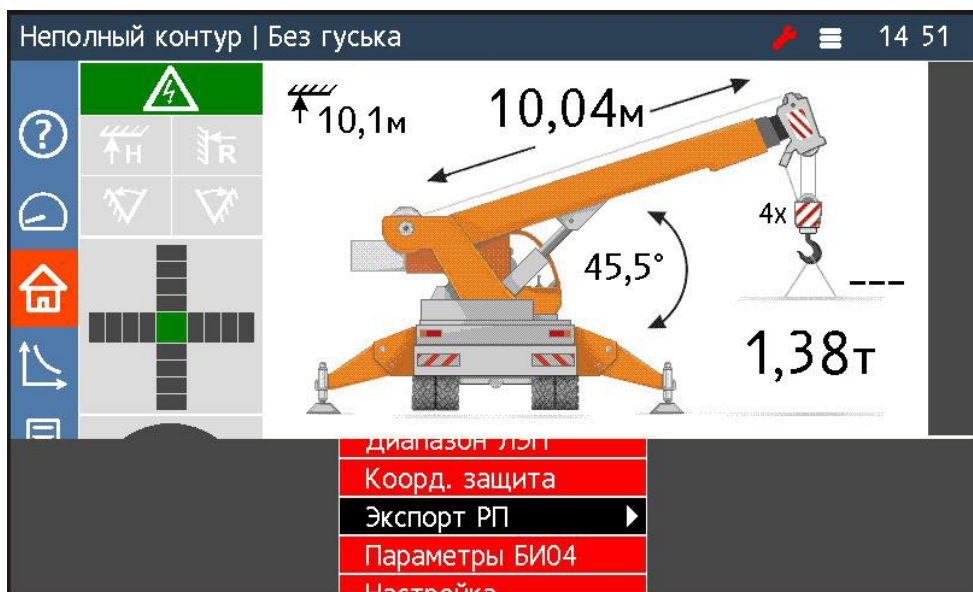

Рисунок 12 — Меню "Экспорт РП"
- нажав кнопку 2 перейти в главное меню, кнопками 4, 5 выбрать пункт "Экспорт РП" (рисунок 12), дважды нажать кнопку 6;